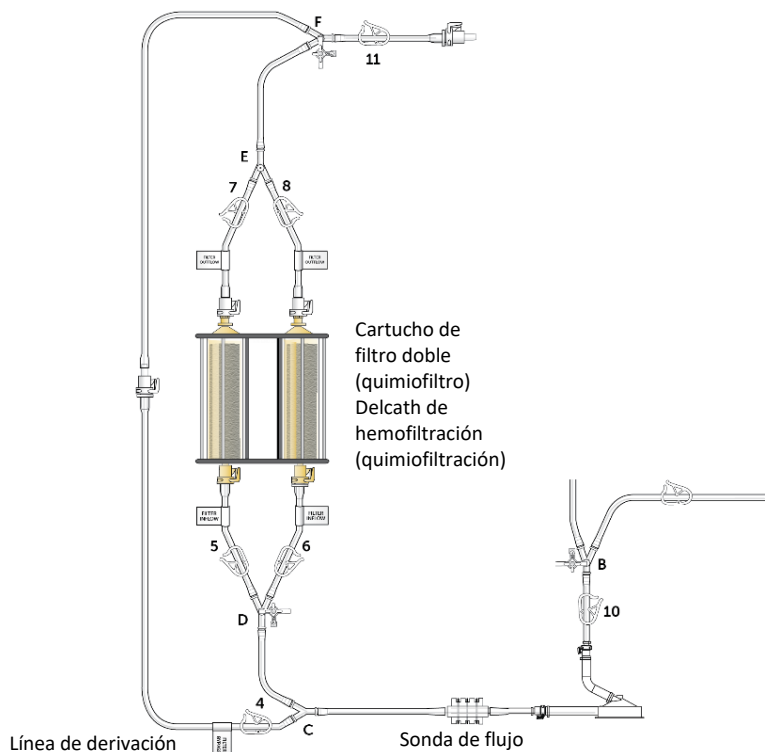

Figura 16
- (a) Cierre la abrazadera 4 y abra las abrazaderas de la entrada del filtro (5, 6), a continuación las abrazaderas de la salida del filtro (7, 8) y la abrazadera de la salida del circuito (11) (véase la figura 16), y ajuste el flujo de solución salina isotónica heparinizada al filtro a una velocidad aproximada de 0,5 litros por minuto. Nota: Se necesitan pinzas hemostáticas (fórceps) para ajustar el caudal si se utiliza la gravedad.